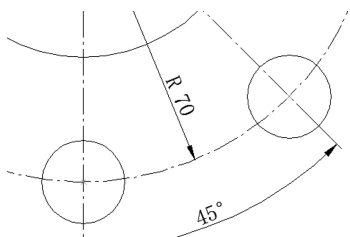

图 6-100 放置视图
(10) 单击【绘制草图】选项卡【绘图】区域下的 $\odot$ 【圆】按钮下的【中心和点画圆】，在弹出的菜单栏中的直径(D): 【直径】中填入值 20mm，在点画线的下方和右侧绘制两个直径为 20mm 的圆，如图 6-100 所示。